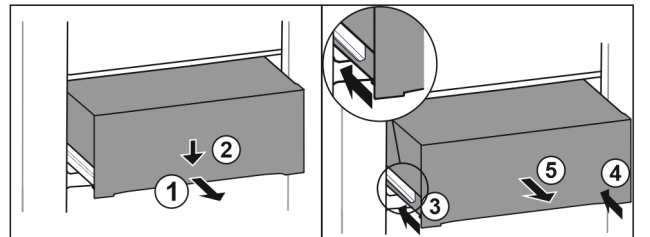

Fig. 93
- ▶ 将抽屉拉出一半。 Fig. 93 (1)
- ▶ 朝下按压正面的抽屉。 Fig. 93 (2)
- ▶ 将左侧轨道推入大约 2 cm。 Fig. 93 (3)
- ▶ 将右侧轨道推入大约 2 cm。 Fig. 93 (4)
- ▶ 朝前取出抽屉。 Fig. 93 (5)